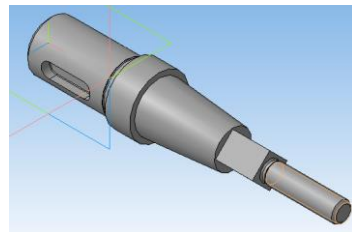

Рис. 30
**Изометрия XYZ** (см. рис. 30).